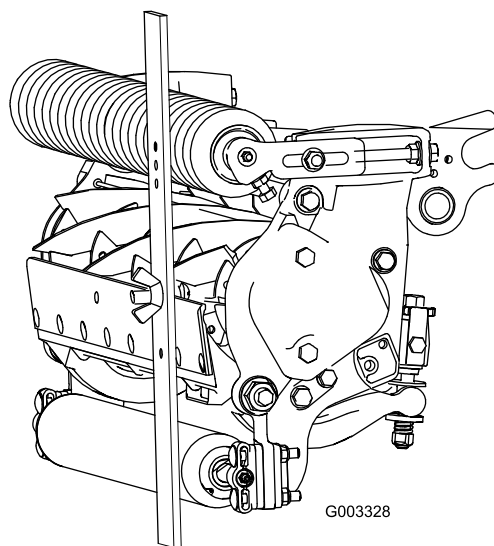

図 25
4. ゲージバーのねじの頭を下刃の先端に引っ掛け、バーの後端を後ローラに当てがう 図 25。
5. バーの前端がローラに当たるように、調整ねじで調整する 図 25。ローラ全体が下刃と平行になるように、ローラの両側を均等に調節する。